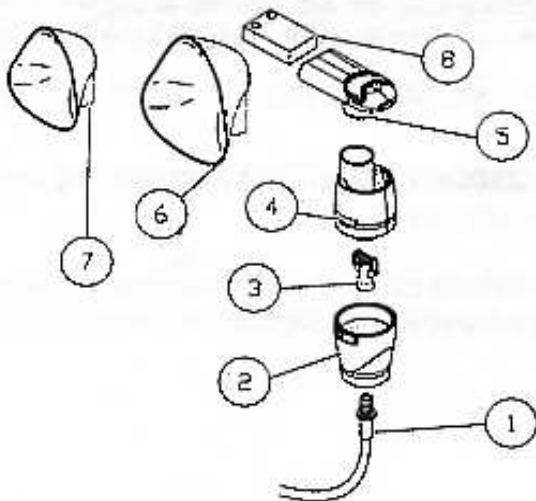

Abb. 1 Hi-Flo Verneblerset
3.1 Zusammenbau "Schritt für Schritt", Abbildung 1 und 2
- a. Stecken Sie den Anschlussschlauch (1) mit leichter Drehung in den Schlauchanschluss (9) des Kompressors. Schließen Sie das andere Ende an den Vernebler (2) an.
- b. Öffnen Sie den Vernebler, indem Sie das Oberteil (4) gegen den Uhrzeigersinn drehen.
- d. Schließen Sie den Vernebler sorgfältig und achten Sie darauf, dass Flüssigkeits- und Luftkegel (3) genau abschließen.
- e. Die Inhalation kann mit einem Mundstück (5), Nasenstück (5+8), einer Kindermaske (7) oder einer Erwachsenenmaske (6) erfolgen.
- g. Zum Ein- und Ausschalten den Schalter (10) auf I oder 0 stellen und den Gerätestecker aus der Netzsteckdose ziehen.